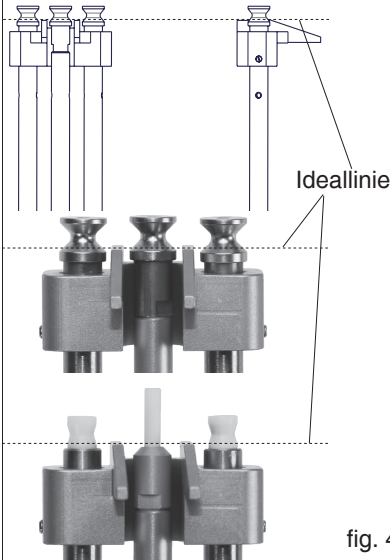

fig. 4.2k
- Die Einfanghilfe soweit nach vorne schieben, dass die Rollen nicht an der Einfanghilfe schleifen und das Messgut ungehindert von der Einfanghilfe in die Rollennut gleiten kann (fig. 4.2k Ideallinie).